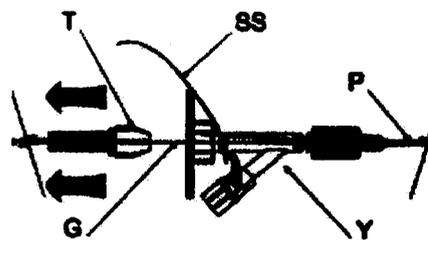

Fig. 19
- Con una mano sujete firmemente el conector en "Y" y con la otra separe el dispositivo de torsión al menos 30 cm hasta que pueda apreciar la liberación del dispositivo. Fig. 19 – 21.